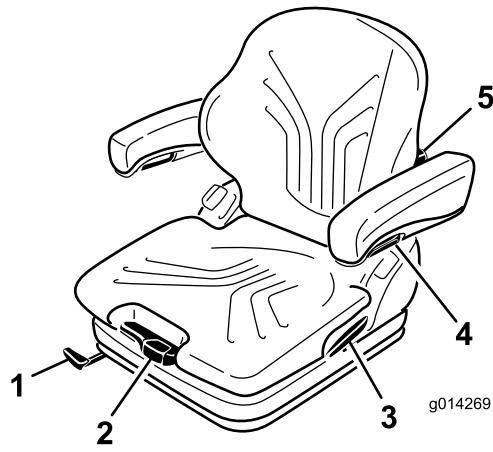

図 22
そして、体重調整レバーを使って、運転する人の体重に合わせます図 22。
1. 調整は、レバーを引き上げてシートのロックを解除して行います(図 22)。
調整ノブを上に回すと背もたれの上部の湾曲の調整ができます。調整ノブを下に回すと背もたれの下部の湾曲の調整ができます図 22。
アームレストの高さを調整するには、カバーについている丸いキャップ図 22を外し、裏側にある六角ナット13 mm)をゆるめて高さを調整し、その位置でナットを締めつけます。ナットにキャップを取り付けます。
アームレストの角度はノブを回して調整します図 22。
ロックレバーを引いてバックレストキャッチを外します図 22。この時、背もたれにもたれかかるなどして力を掛けないようにしてください。